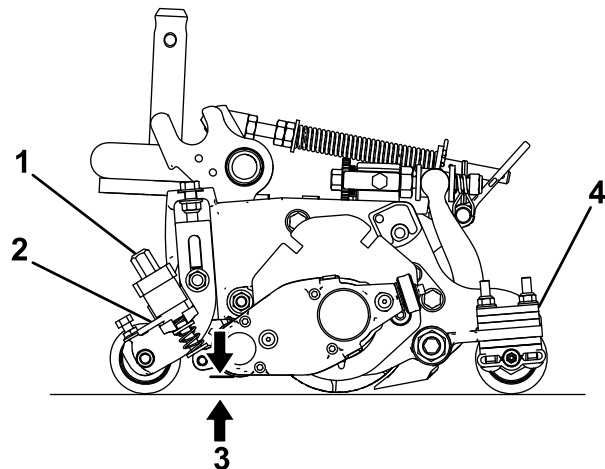

图 23
3. 旋转快速升起联杆 图 23 至接合位置手柄朝向滚刀组的前面。
4. 在疏草刀滚刀的 1 个端部测量从疏草刀刀片的最低刀尖到工作表面的距离 图 23。旋转高度调节旋钮 图 23 提升或降低疏草刀刀尖至想要的疏草高度。